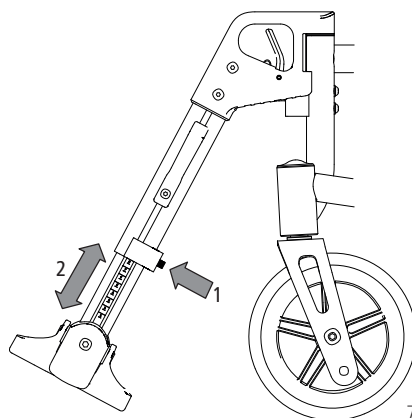

Abb. 34
1. Zum Einstellen lösen Sie die Verschraubung an der Hinterseite der Beinstütze (1, Abb. 34), bis der untere Teil der Beinstütze teleskopierbar ist.
2. Bringen Sie die Fußplatte in die für Sie angenehme Position (2, Abb. 34) und fixieren Sie die Verschraubung anschließend. Um eine gleichmäßige Höheneinstellung beider Seiten zu erzielen, sind zur besseren Orientierung außenseitig Indexierungen angebracht.